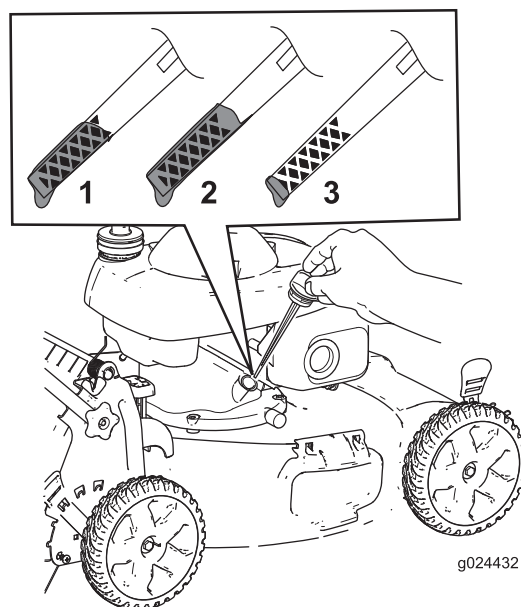

Figure 22
3. Retirez la jauge (Figure 22).
10. Observez le niveau d'huile indiqué par la jauge (Figure 22).